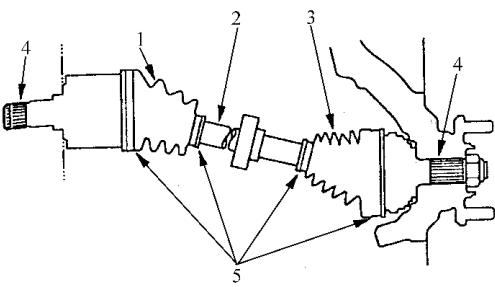

图 6-57 半轴检查部位
1) 如图 6-57 所示, 检查半轴上的内护罩和外护罩有无裂纹、损坏, 润滑脂是否泄漏以及护罩卡环是否松动。如果检查到任何缺陷, 更换护沾和护罩卡环。